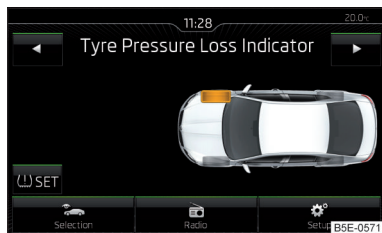

Fig. 183
- Appuyez sur la touche de fonction (L) SET » fig. 183.
Si le voyant  s'allume dans le combiné d'instruments, le pneu concerné peut être affiché dans l'Infodivertissement » fig. 183.